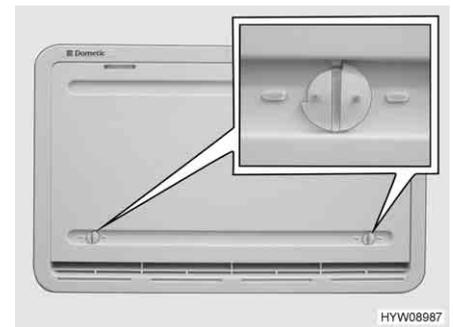

Fig. 172 Copertura invernale (griglia di aerazione del frigorifero)
Le coperture invernali (Fig. 172) proteggono il gruppo frigorifero dall'aria fredda. Posizionare le coperture invernali davanti a entrambe le griglie di aerazione del frigorifero quando la temperatura esterna scende al di sotto di +10 °C (sia per funzionamento elettrico che a gas).
- Aprire entrambi i bloccaggi (Fig. 172), la scanalatura risulterà orizzontale.
**Smontaggio:** ■ Aprire entrambi i bloccaggi (Fig. 172), la scanalatura risulterà orizzontale.